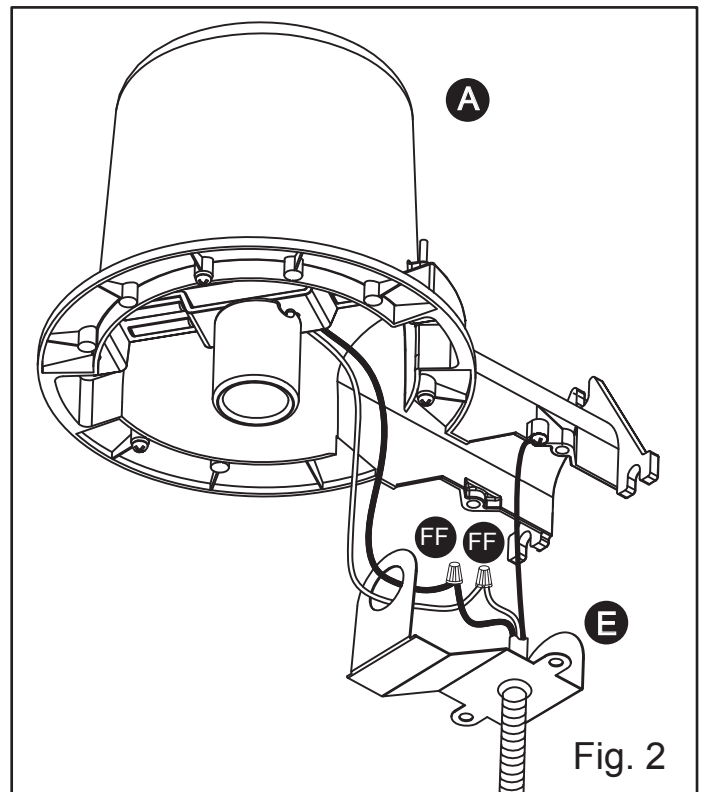

Fig. 2
Fije el cable para exteriores o el conducto flexible a la placa de cubierta (E) con un conector que cumpla con el Código Eléctrico Nacional (en el caso de Canadá, el Código Eléctrico correspondiente). Haga pasar los conductores negro y blanco de la lámpara por el orificio en (E) como se muestra (consulte la Fig. 2). Conecte los conductores de la lámpara a los conductores de servicio con los empalmes plásticos (FF) que se incluyen (negro con negro y blanco con blanco). Este accesorio debe tener conexión a tierra. Conecte el servicio con conexión a tierra debajo de la cabeza del tornillo verde con conexión a tierra, y asegúrelo al accesorio.